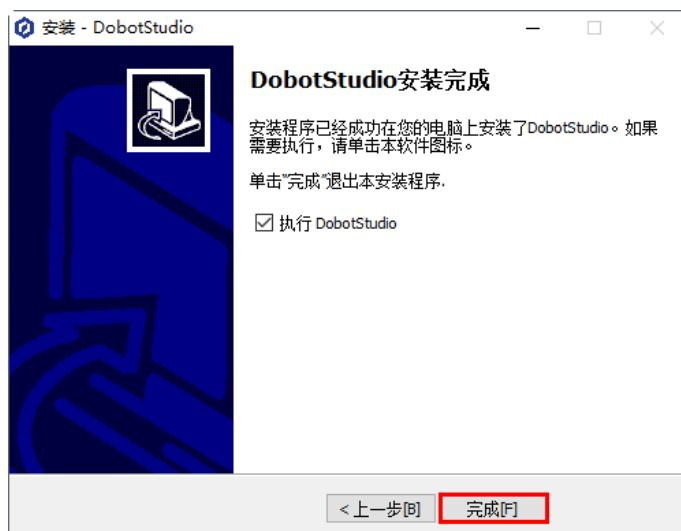

图 2.8 DobotStudio 安装完成界面
**步骤 7** 按照“安装-Dobot Studio”界面提示单击“下一步”继续安装DobotStudio软件。安装成功后会弹出如图 2.8 所示的界面。